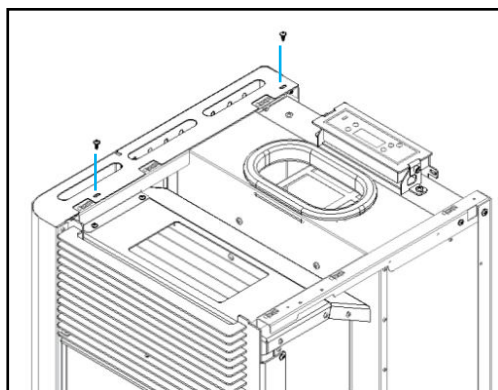

Figura 96 – Fixação das capas laterais na parte superior
e) Repetir o processo realizado no ponto c e d deste capítulo para as outras envolventes (fazer coincidir os furos da capa com os furosexistentes na estrutura) e apertá-las utilizando quatro parafusos **B** (DIN 7981 4,2x9,5), dois em cada lado, como demonstra a Figura 96.